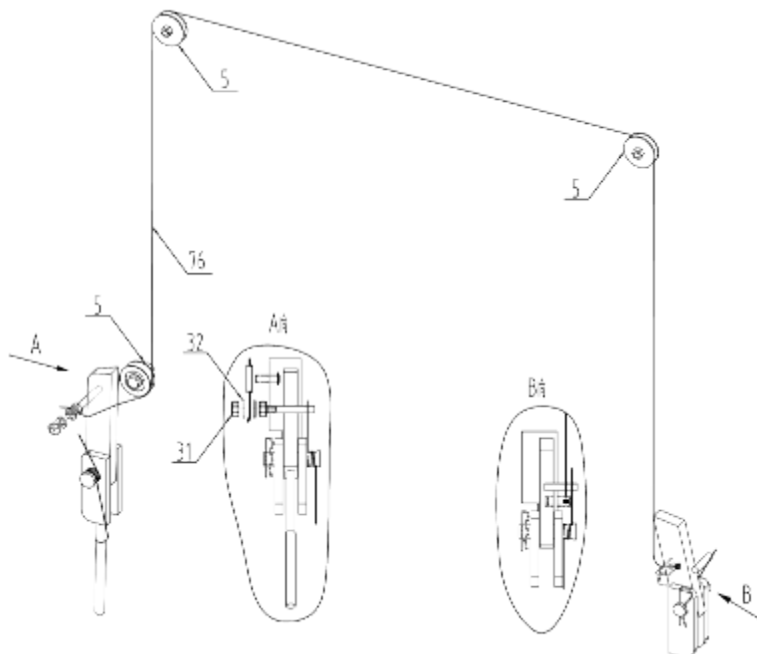
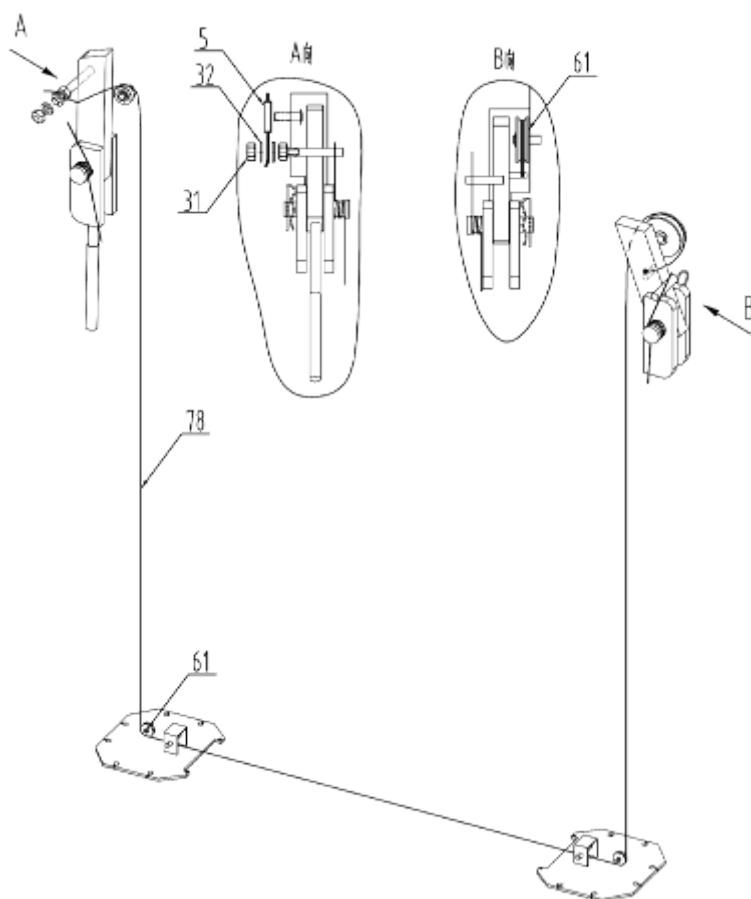

Рис. 10
Рис. 11
G. Установка стопора и страхующего троса (См. рис. 10, рис. 11)